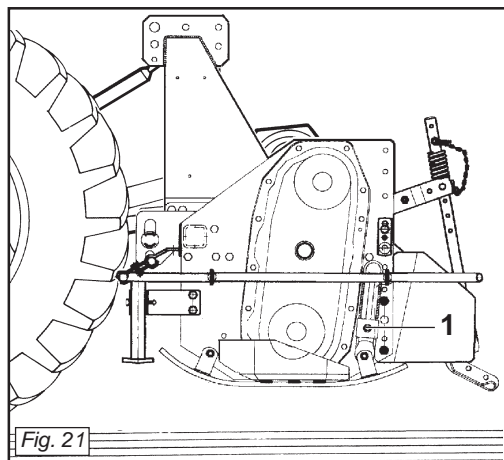

Fig. 21
**Macchine con slitte:** per regolare la profondità nelle macchine con slitte, è necessario allentare la vite di registro (1 Fig. 21), alzare o abbassare la slitta nella posizione desiderata, riavvitare poi la vite di registro. Questa operazione va effettuata su tutte e due le slitte e varia a seconda del terreno.
**Machine with skids:** to adjust working depth on this type of machine you must loosen the adjustment screw (1 Fig. 21) and raise or lower the skid the desired amount. Then retighten the screw. Both skids should be subjected to this operation which will vary according to the type of soil.
**Maschine mit Schlitten:** um die Arbreitstiefe der Maschine mit Schlitten zu bestimmen, ist es notwendig die Stellschraube zu lockern (1 Abb. 21), den Schlitten im gewünschten Maße zu heben oder zu senken, und die Stellschraube wieder anzuziehen. Dieser Vorgang ist auf beiden Kufen vorzunehmen und hängt von der Bodenbeschaffenheit ab.
**Machine avec patins:** pour régler la profondeur sur les machines avec patins, desserrer la vis de réglage (1 Fig. 21), soulever ou abaisser les patins à la mesure désirée et revisser la vis de réglage.
**Máquinas con correderas:** para ajustar la profundidad en las máquinas con correderas, hace falta quitar el perno de registro (1 Fig. 21), subir o bajar las correderas de la misma deseada y volver a introducir el perno en su agujero.